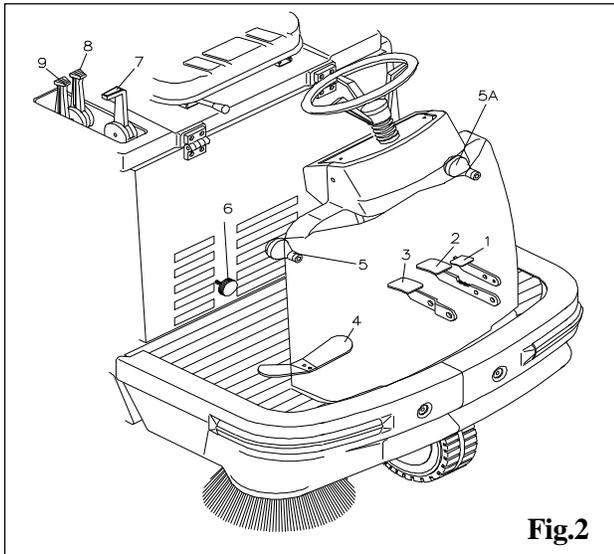
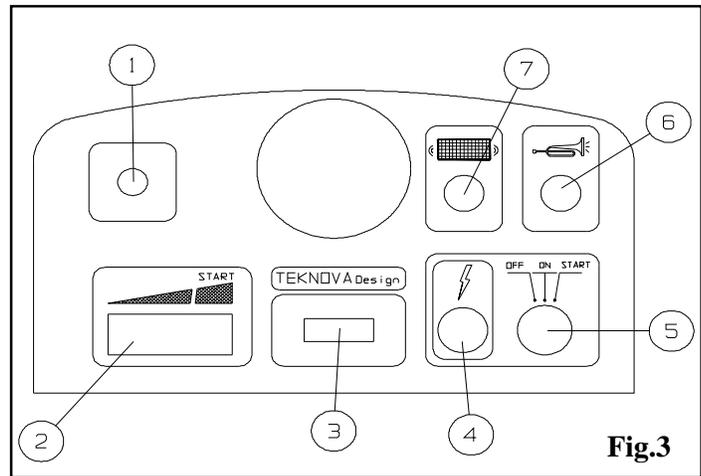

Fig.2
Fig.3
- 1:** Colocar la palanca alza cepillo **5/5-A Fig. 2** en posición **OFF**.
- Colocar la palanca del acelerador **2 Fig.3** en la posición de **START**.
- Tirar de la palanca del estérter **1 Fig.3**
- Poner la palanca del embrague **9 Fig 2** en posición **1 -START POSITION** - y mantenerla en esta posición mientras se acciona el interruptor de llave **5 Fig.3**. Poner el interruptor de encendido en la posición de **START** y mantenerlo hasta que arranque el motor.
Ni bien se pone en movimiento el motor, soltar la palanca del embrague **9 Fig.2**.
Accionando el pedal de selección de la marcha **4 Fig.2** la máquina inicia a moverse.
Luego de poner en marcha la máquina siguiendo las instrucciones contenidas en el párrafo anterior, proceder según lo descrito en base a las propias exigencias y bajar el cepillo central colocando la palanca **7 Fig.2** en posición **ON**.
Si es necesario, bajar el cepillo lateral (o los dos cepillos laterales en la versión con Doble Cepillo) accionando las palancas de mando **5-5A Fig.2**.
En caso que los cepillos levantaran polvo durante el trabajo, se aconseja encender la aspiración mediante la palanca **8 Fig.2**
Si se deben recoger residuos voluminosos y livianos, accionar el pedal alza-flap **3 Fig.2**. Mantener accionado el mismo sólo por el tiempo necesario para cumplir esta operación.
para apagar la máquina, poner la palanca **2 Fig.3** en posición de mínimo y girar la llave **5 Fig.3** hasta **OFF**. Se aconseja trabajar con el motor al nivel máximo de r.p.m. (palanca **2 Fig.3**)
En dotación a la máquina, el mismo permite, con un simple gesto, mantener el filtro en perfectas condiciones. Antes de accionar el sacudidor de filtro, es necesario cerrar la palanca de toma de aire **8 fig.2**. Luego apretar y mantener en esta posición el pulsador **7 Fig. 3** durante algunos segundos. Repetir esta operación **4 ó 5 veces**. Se recuerda que si el filtro se mantiene siempre limpio, mejor será el resultado de la limpieza. Se aconseja cumplir dicha operación al final de cada ciclo de trabajo.
Antes de efectuar cualquier tipo de intervención en la máquina, asegurarse que la misma esté apagada y que todas sus funciones estén desactivadas. Para obtener este estado, colocar el interruptor de llave **5 Fig. 3** en posición **OFF**.